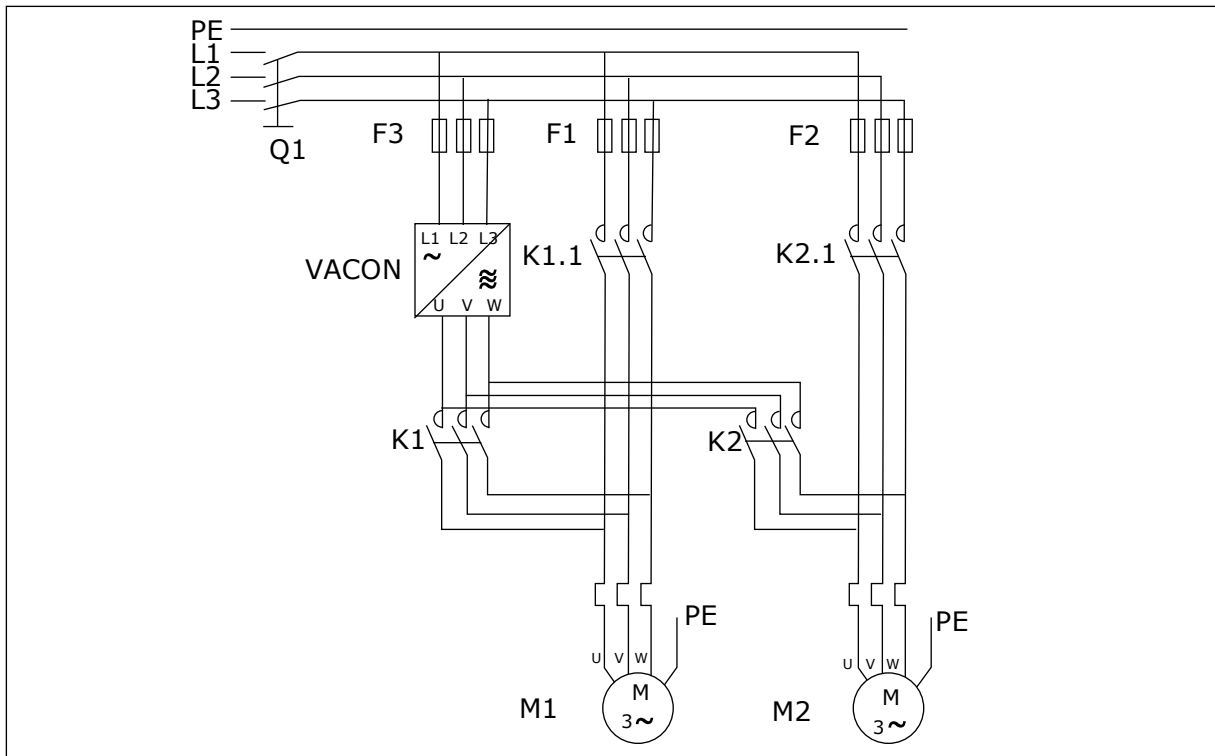
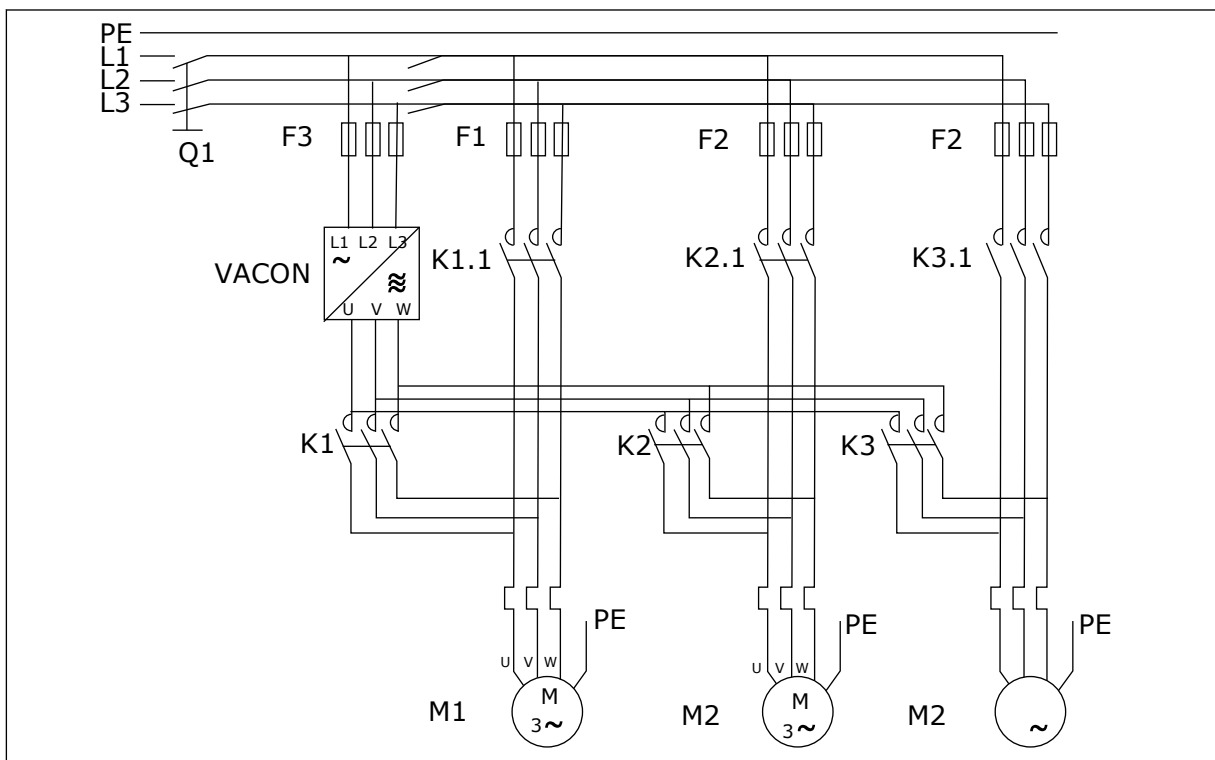

Bild 98: Exempel på 2-pumps autoväxling, huvudkretsschema
Bild 99: Exempel på 3-pumps autoväxling, huvudkretsschema
- Externa kontakter styrda via frekvensomriktarens reläutgångar ansluter enheterna till frekvensomriktaren eller till nätet. Om motorn som styrs av frekvensomriktaren ingår i autoväxlingssekvensen styrs den alltid av den först aktiverade reläutgången. De övriga reläerna som aktiveras senare styr hjälpenheterna (se *Bild 98 Exempel på 2-pumps autoväxling, huvudkretsschema* och *Bild 99 Exempel på 3-pumps autoväxling, huvudkretsschema*).
Den automatiska växlingen av start- och stoppordning aktiveras och appliceras på antingen enbart hjälpenheterna eller på hjälpenheterna och enheten som styrs av frekvensomriktaren, beroende på inställningen av parametern 2.9.25, Automatikval. Autoväxlingen är aktiverad som standard för 2 enheter. Se *Bild 19 Exempel på pump- och fläktstyrningsapplikationens I/O-standardkonfiguration och anslutning (med 2-trådig sändare)* och *Bild 98 Exempel på 2-pumps autoväxling, huvudkretsschema*.